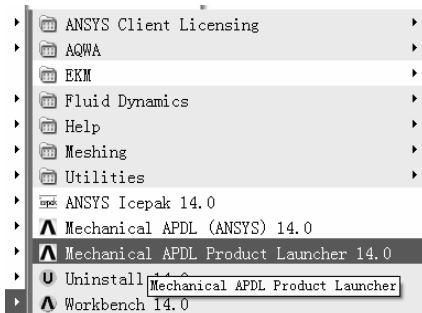

图 7-15 “Mechanical APDL Product Launcher 14.0”图标
(1) 在“开始”菜单中指向“ANSYS 14.0”文件夹, 出现“Mechanical APDL Product Launcher 14.0”图标(见图 7-15)。单击“Mechanical APDL Product Launcher 14.0”图标, 弹出“14.0: ANSYS Mechanical APDL Product Launcher [Profile:\*\*\*La...]”窗口。